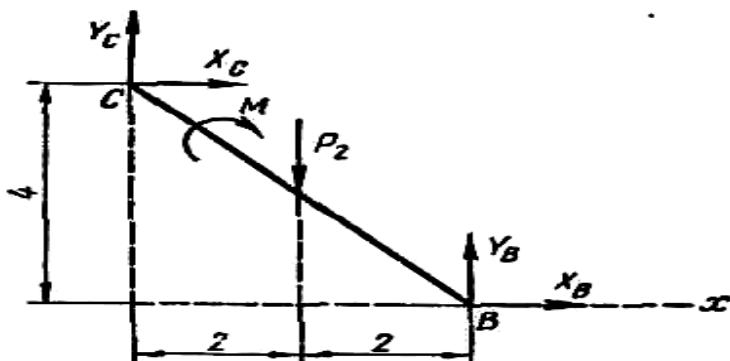

Рис.3
Уравнение (3), содержащее два неизвестных, не позволяет определить их числовые значения. Рассмотрим теперь систему уравновешивающих сил, приложенных к правой части конструкции (рис. 3).